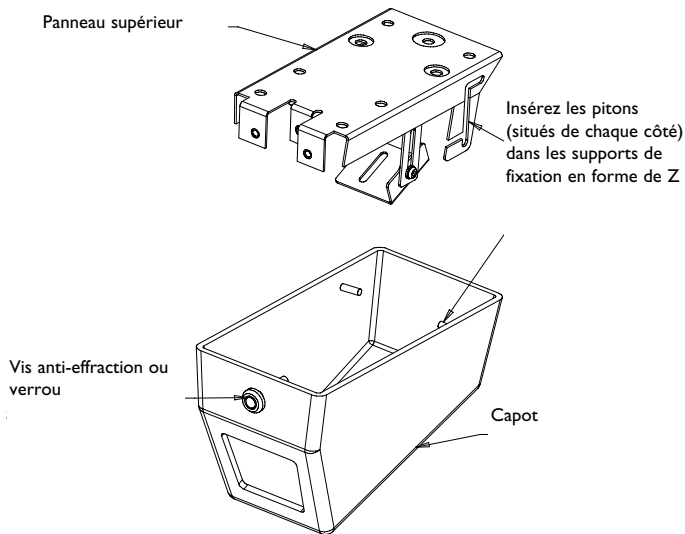

Figure 1 : Retrait du capot
2. Pour retirer la vis anti-effraction située sur le panneau avant du capot des modèles LTC 9405/00 et 9405/03, vous devez utiliser l'outil spécial correspondant. Veuillez vous référer à la figure 1.
Pour ouvrir le verrou situé sur le panneau avant du capot des modèles LTC 9405/01 et 9405/05, vous devez utiliser la clé correspondante. Veuillez vous référer à la figure 1.